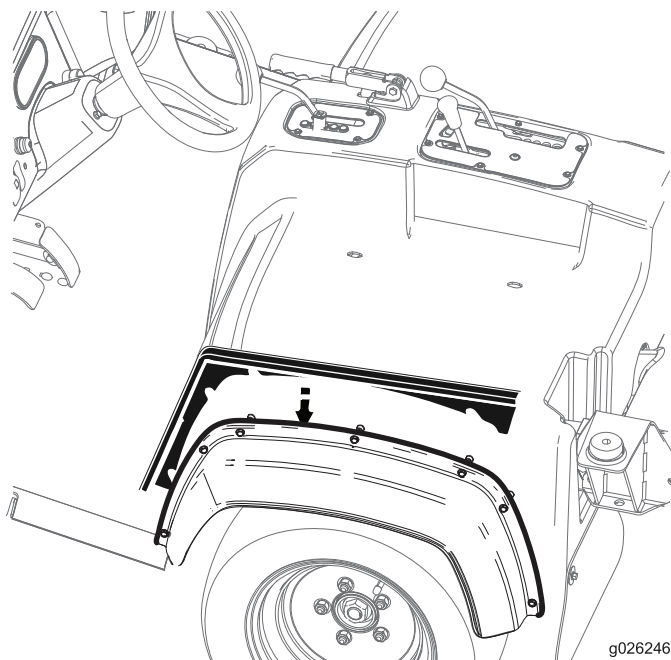

Figura 24
2. Deslice los paneles laterales entre la moldura de los asientos y los guardabarros laterales, según se muestra en Figura 24.